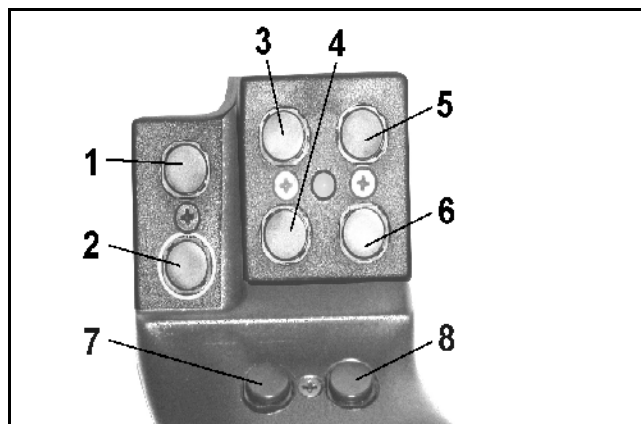
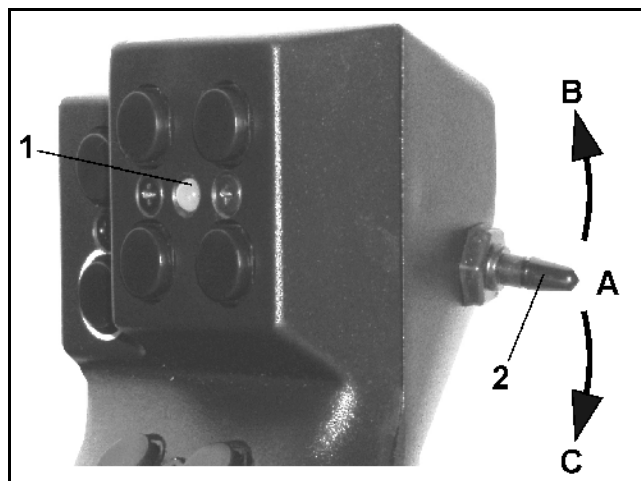

Рис. 46
Рис. 47
Для обслуживания **AMATRON⁺** многофункциональная рукоятка (Рис. 46) имеет 8 клавиш (1 - 8). Кроме того при помощи переключателя (Рис. 47/2) назначение клавиш может изменяться 3-кратно.
- центральном положении (Рис. 47/A) и может переставляться
- вверх (Рис. 47/B) или
- вниз (Рис. 47/C).
Положение переключателя отображается посредством светодиода (Рис. 47/1).